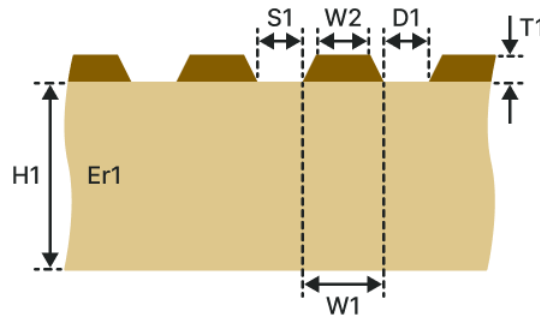

Рис. 173 Копланарная дифференциальная микрополосковая ЛП (КДМ-1Н)
- Копланарная дифференциальная микрополосковая ЛП (КДМ-1Н), см. Рис. 173.